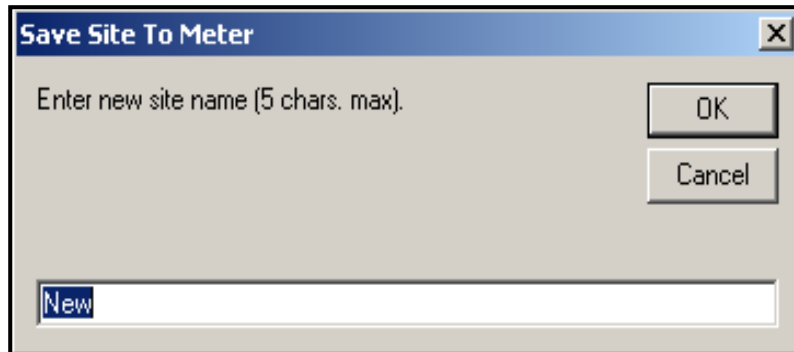

Figura 33: Ventana de entrada de nombre del sitio
2. Se abre una ventana similar a Figura 33. Ingrese el nombre deseado y haga clic en [OK (Aceptar)].